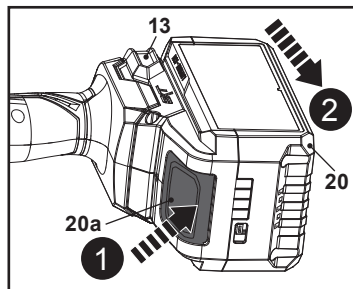

Fig. 14
2. Appuyer sur le bouton de déverrouillage (20a), puis retirer la batterie (20) du port de connexion de la batterie (13) (Fig. 14, étapes 1, 2).